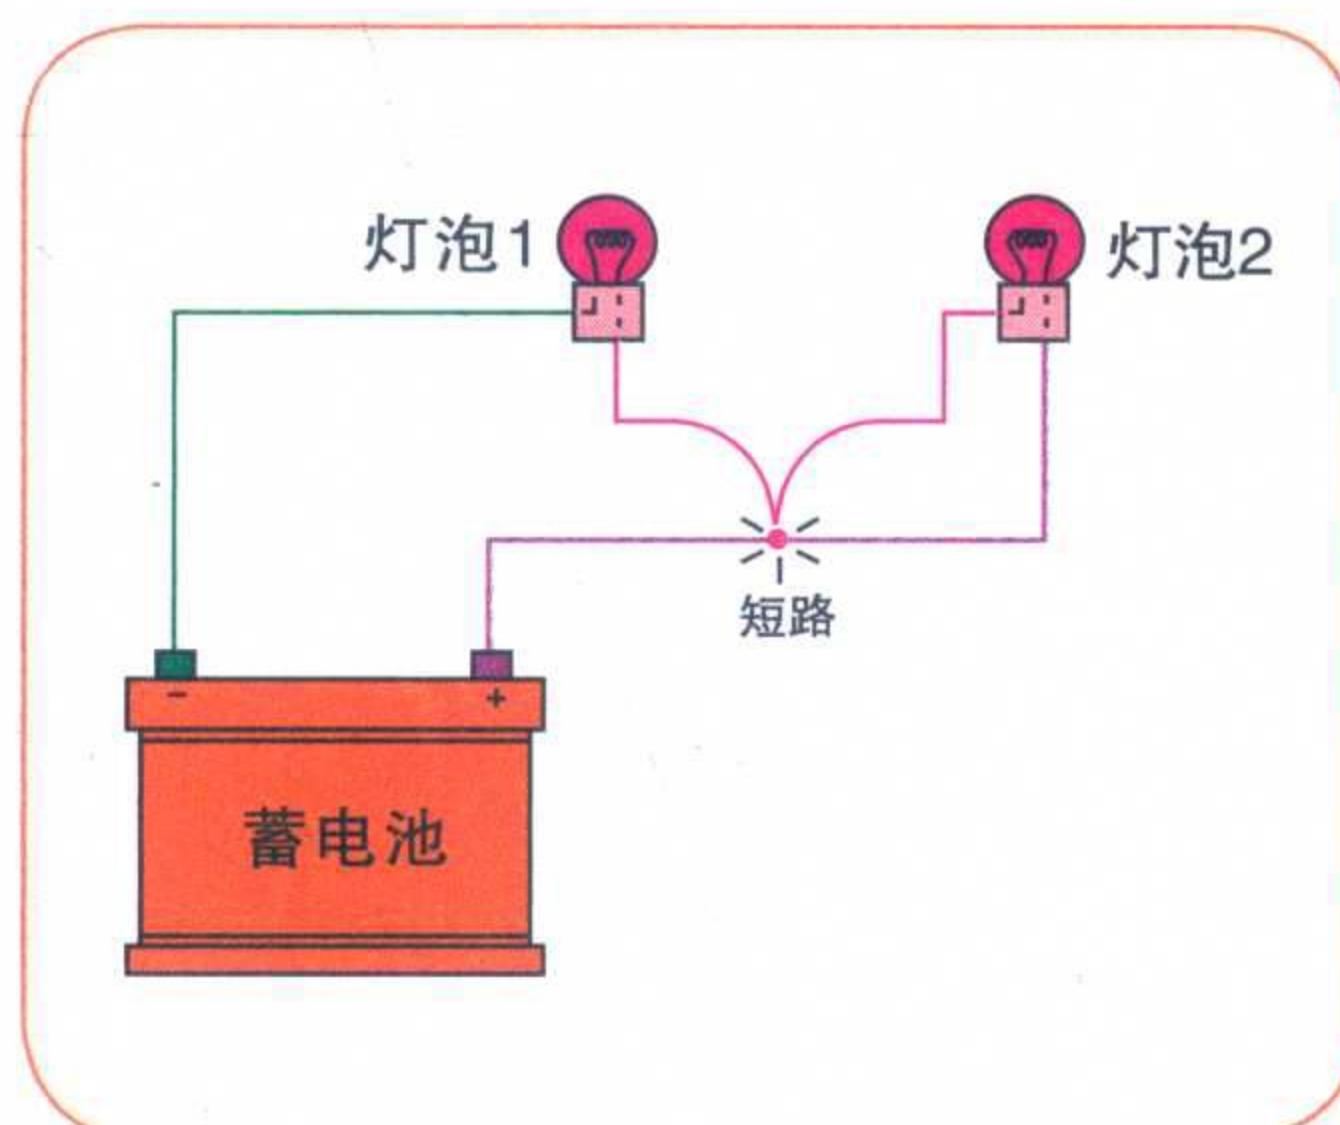

图 1-8 用电器短路
2) 用电器短路：也叫部分电路短路，即一根导线接在用电器的两端，此用电器被短路，这时容易产生烧毁其他用电器的情况。如图 1-8 所示，由于电路故障，灯泡 2 被短路，没有电流流经灯泡 2，蓄电池电压全部加载到灯泡 1 上，此时，灯泡 1 有可能因电流过大而烧毁。